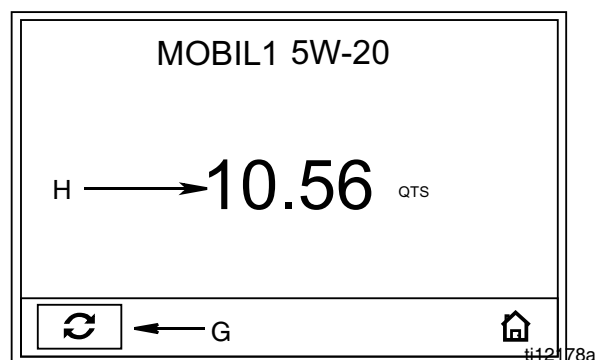

FIG. 21
2. Appuyer sur bouton **ENTRÉE** au milieu pour confirmer la sélection. L'écran « Distribution manuelle » (FIG. 21) s'affiche.
Le produit s'écoule. La quantité affichée augmente de zéro ou de la quantité qu'on a précédemment distribuée (FIG. 21) et s'affiche dans le champ H.